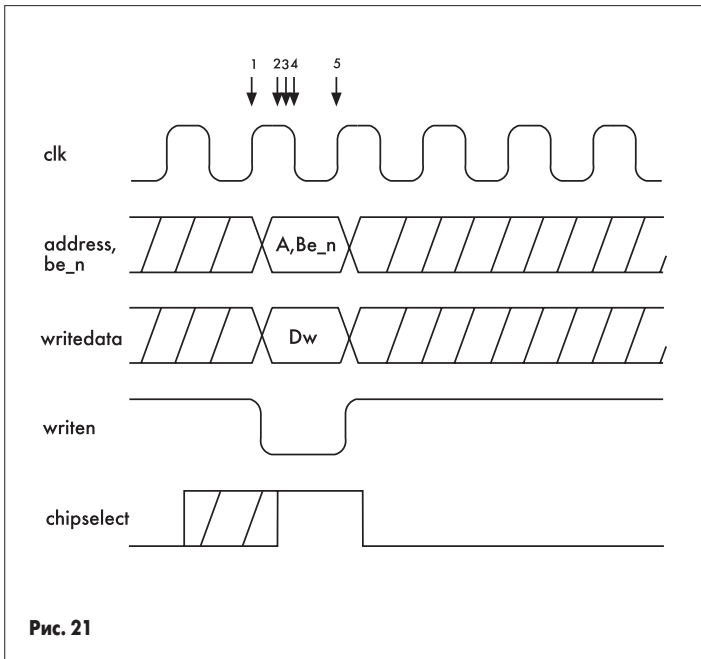

Рис. 21
* Пример показывает запись данных в синхронное периферийное устройство (см. рис. 21).